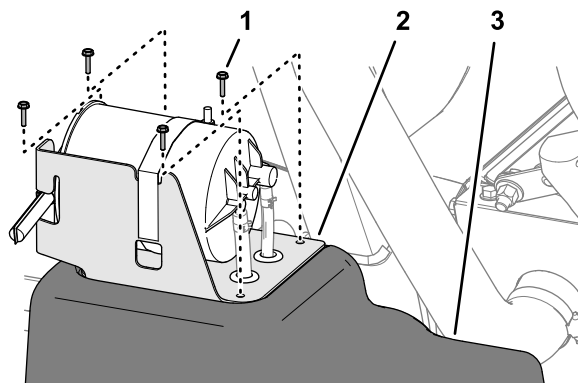

图 83
2. 在油箱处卸下将碳罐支架固定至油箱顶部的 4 个螺丝 (#10 x 3/4 英寸图 83)。